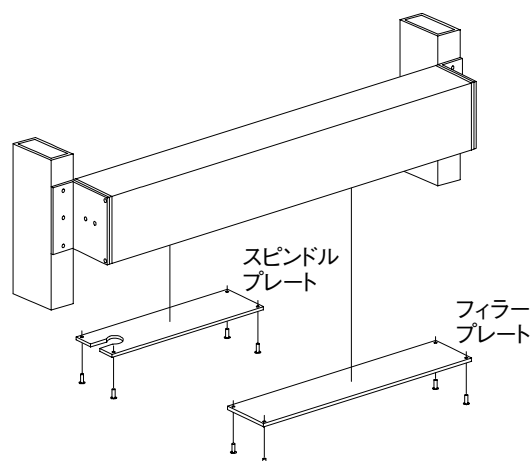

図15-2
- 15.2 スピンドルプレートとフィラープレートを取り付けて下さい。（図15-2）